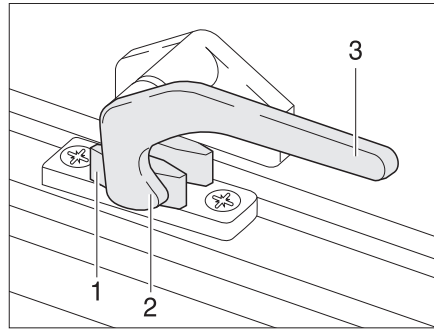

Fig. 70 Levier de verrouillage en position "Fermé"
- Tourner le levier de verrouillage (Fig. 70,3) d'un quart de tour vers le centre de la fenêtre.
- Tourner le levier de verrouillage (Fig. 70,3) d'un quart de tour vers le cadre de la fenêtre. Le tenon de verrouillage (Fig. 70,2) se trouve sur le côté intérieur du verrouillage de fenêtre (Fig. 70,1).
- En position "Fermé" (Fig. 70).